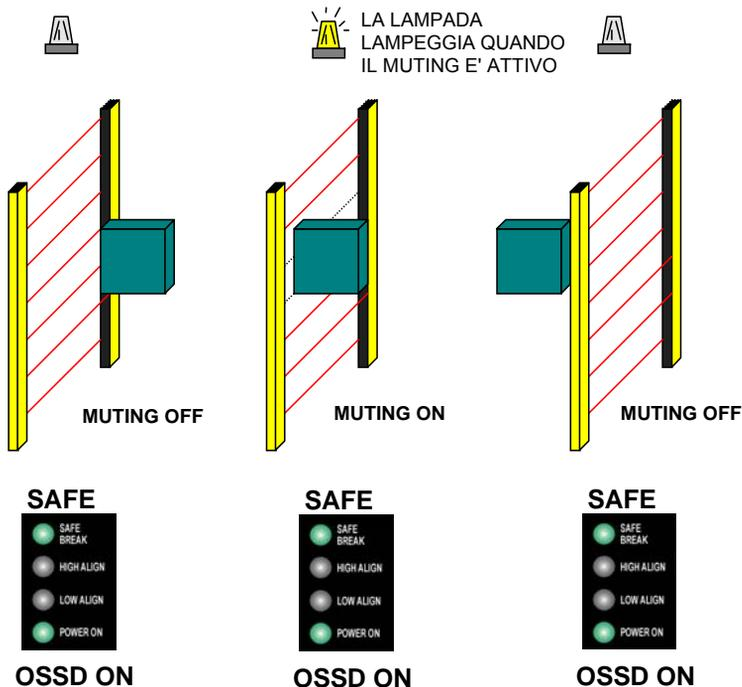

Fig. 22
- In Fig.22 sono riportate le modalità di funzionamento del Muting.